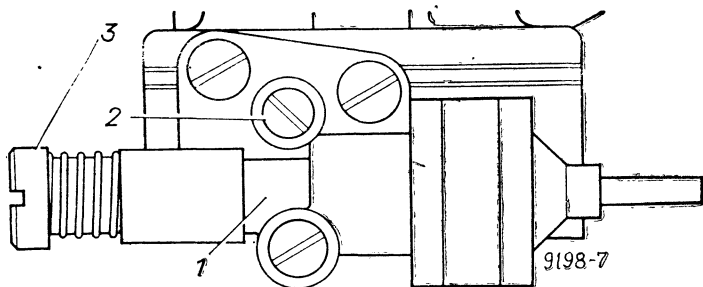

Рис. 19. Регулировочные винты карбюратора:
1. Винт 2 (рис. 19) состава смеси и винт 3 эксплуатационной регулировки оборотов холостого хода вернуть до упора, но не слишком туго, а затем отвернуть винт 3 на 5—6 оборотов, а винт 2 — на 2—3 оборота.